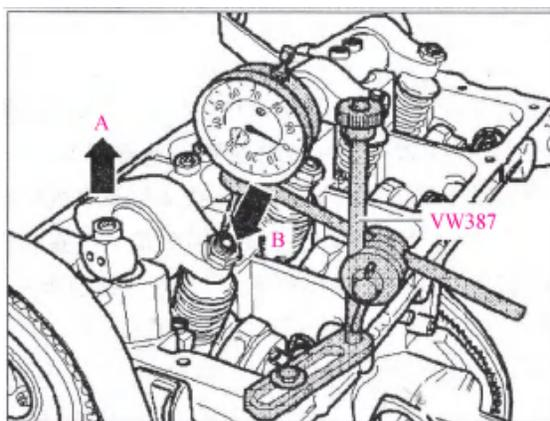

图 4-28 安装千分表到调整螺钉上
④安装千分表到调整螺钉上。沿发动机运转方向转动曲轴，直至摇臂滚柱处于凸轮最高点，使滚柱侧（图 4-28 箭头 A）处于最高点，千分表（图 4-28 箭头 B）处于最低点。拆下千分表，将调整螺钉拧入摇臂，直至拧紧。